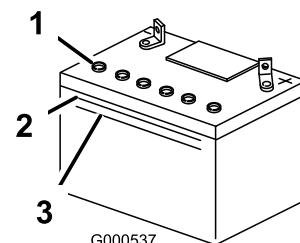

Figura 44
2. Mire hacia el lateral de la batería. El electrolito debe llegar a la línea superior (Figura 44). No permita que el electrolito esté por debajo de la línea inferior (Figura 44).
3. Retire los tapones de ventilación de la batería (Figura 44).
- Vierta lentamente agua destilada en cada célula de la batería hasta que el nivel de electrolito llegue a la línea superior (Figura 44) de la caja de la batería.
- Espere de cinco a diez minutos después de llenar las células de la batería. Añada agua destilada, si es necesario, hasta que el nivel de electrolito llegue a la línea superior (Figura 44) de la caja de la batería.